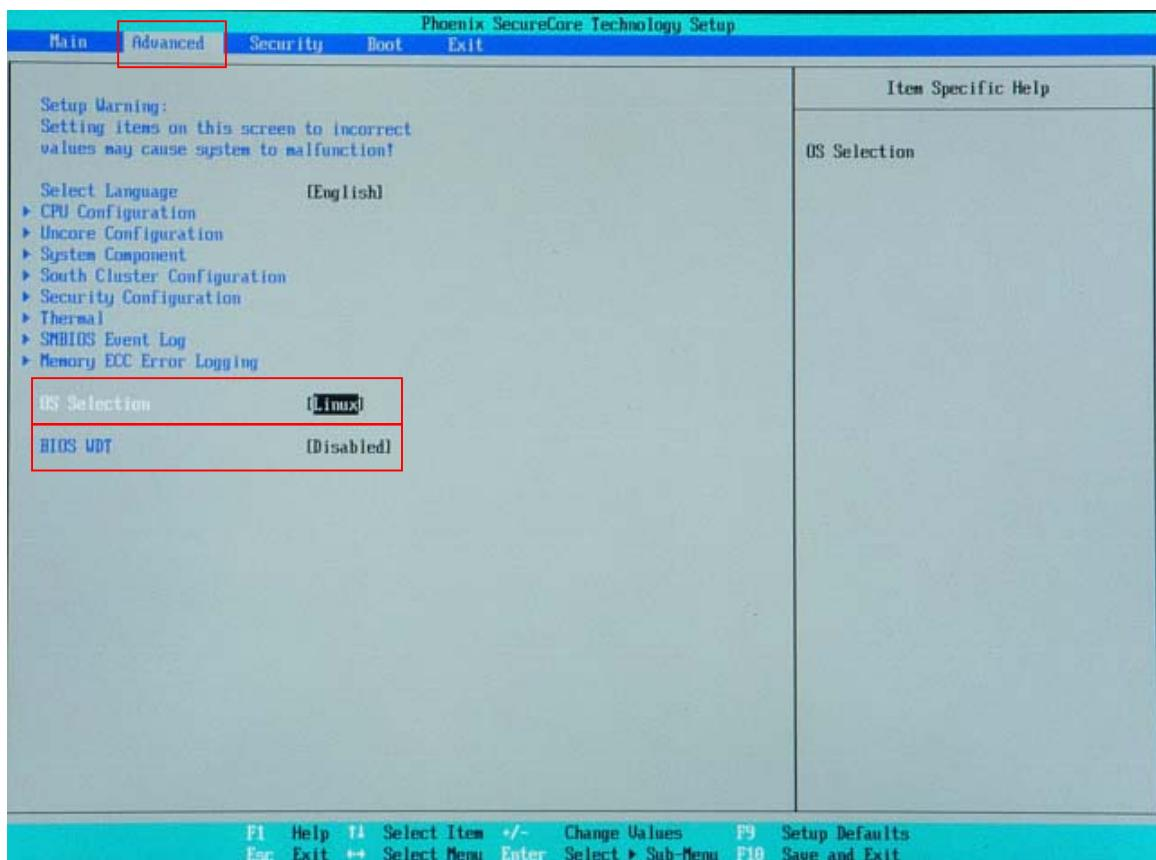

図 6-1-2. BIOS 設定 Advanced メニュー
- ① LAN ケーブルが接続されている場合は、LAN ケーブルを取り外してください。
- ② USB メモリ、SD カードなどのストレージメディアが接続されている場合は、ストレージメディアを取り外してください。また、サブストレージ（mSATA2）が接続されている場合は、サブストレージを取り外してください。
- ③ USB-DVD ドライブにリカバリ DVD を入れ ECL シリーズ本体に接続します。
- ④ USB キーボード、USB マウスを接続します。
- ⑤ 電源を入れます。BIOS 起動画面が表示されたところで[F2]キーを押し、BIOS 設定画面を表示させます。
- ⑥ BIOS 設定画面が表示されたら、[Advanced] メニューを選択します。（図 6-1-2）
- ⑦ [OS Selection] を [Linux]、[BIOS WDT] を [Disabled] に設定します。
- ① 電源を入れ、BIOS 起動画面が表示されたところで[F2]キーを押し、BIOS 設定画面を表示させます。
- ② BIOS設定画面が表示されたら、[Advanced]メニューを選択します。(図 6-1-2)
- ③ [OS Selection]を[Windows]、[BIOS WDT]を[Enabled]に設定します。
- ⑩ 電源を入れ、BIOS起動画面が表示されたところで[F2]キーを押し、BIOS設定画面を表示させます。
- ⑪ BIOS設定画面が表示されたら、[Advanced]メニューを選択します。(図6-1-2)
- ⑫ [OS Selection]を[Windows]、[BIOS WDT]を[Disabled]に設定します。